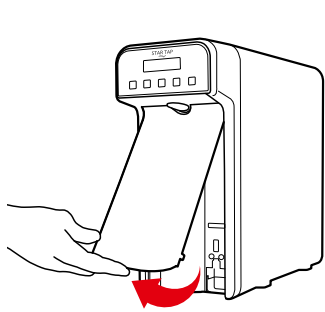

Fig. 1-13
25.1 - Estrarre il coperchio del pannello frontale in plastica riponendolo in posizione di sicurezza, vedi Fig.1-13.